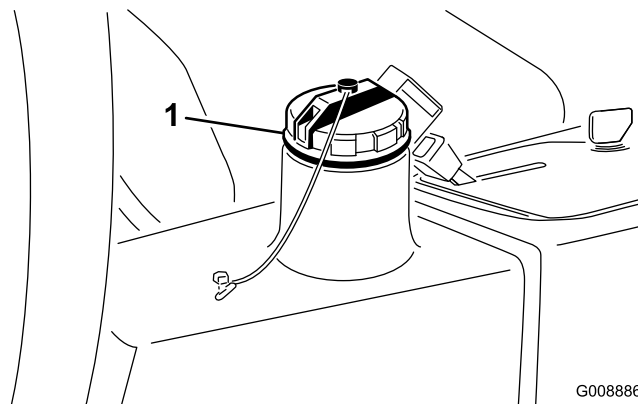

Figura 74
4. Encha o reservatório (Figura 74) com aproximadamente 13,2 l de fluido hidráulico; consulte a secção Verificação do sistema hidráulico.